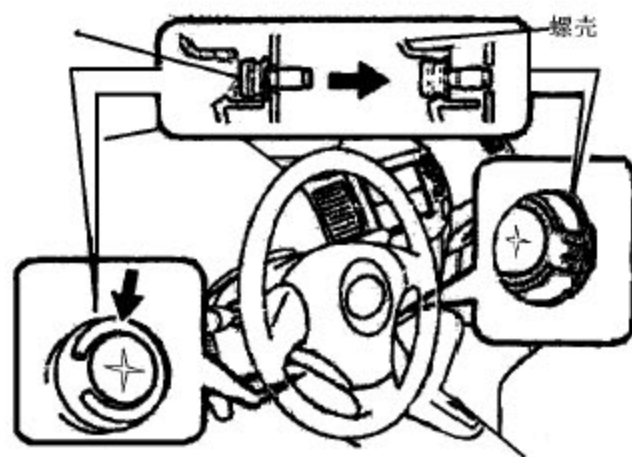

图 2—3
A). 用套筒扳手或者螺丝刀，松开两个螺钉，直至螺钉头周边卡在螺钉壳体内，如图 2—3 所示。
B).从转向盘中拉出喇叭按钮总成,如图2—4所示。